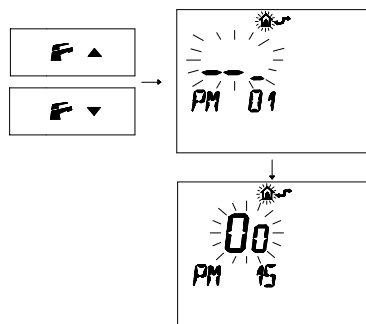

Figura 5.28
- Premere i pulsanti o per visualizzare la programmazione "PM15" abilitazione della sonda esterna (Figura 5.28)